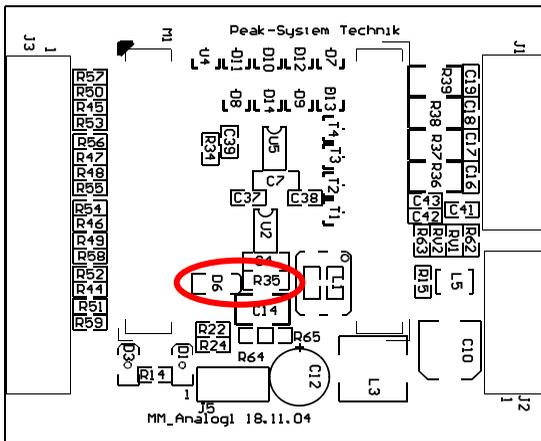

Abbildung 2: Position D6, R35
1. Versehen Sie die unbestückte Position D6 (siehe Abbildung 2) mit einer Zenerdiode BZV55C12.
2. Ersetzen Sie den 0-Ohm-Widerstand auf der Position R35 (siehe Abbildung 2) durch einen Widerstand mit 1,6 k Ω .